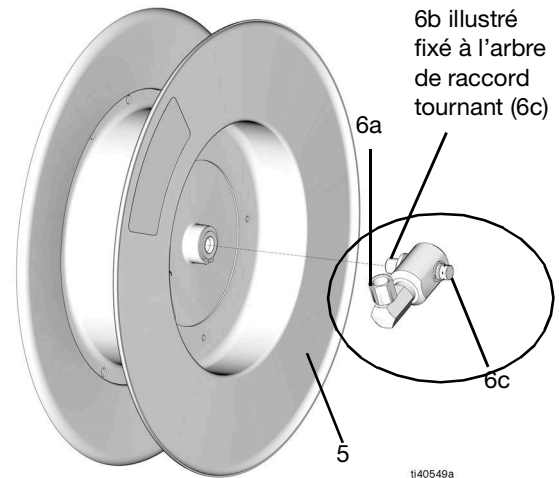

FIG. 19
5. Retirer complètement le flexible de l'ensemble de raccord tournant (6 - comprend 6a, 6b et 6c) et le mettre de côté pour le réinstaller sur la bobine neuve (FIG. 19).
6. Desserrer et dévisser l'arbre de raccord tournant (6c) pour retirer l'ensemble de raccord tournant (6) de la bobine (5) (FIG. 19).